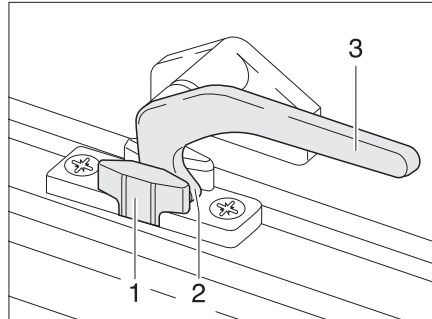

Bild 37 Verriegelungshebel in Stellung
- in Stellung "Dauerbelüftung" (Bild 37)
- Den Verriegelungshebel (Bild 37,3) eine viertel Umdrehung zur Fenstermitte
(Bild 37,2) dabei in die Aussparung der Fensterverriegelung (Bild 37,1) ein-